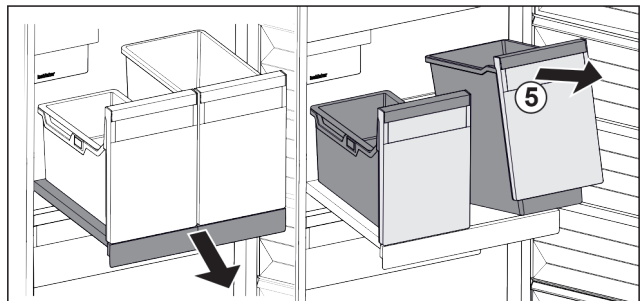

Fig. 89
- ▶ Повдигнете съда Fig. 89 (5) отпред.